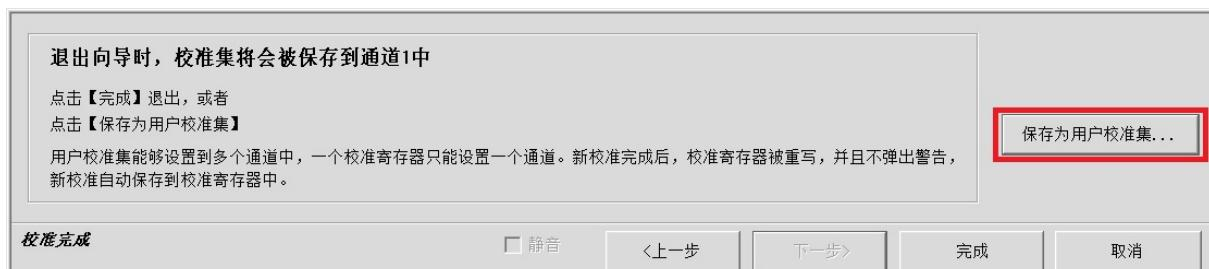

图7.9 保存用户校准集页面
- 7) 所有校准完成后点击校准对话框的[下一步], 进入图 7.9 保存用户校准集页面。
6) 测量完成后，自动进入图 7.9 所示的保存用户校准集界面，点击[完成]，保存校准结果。